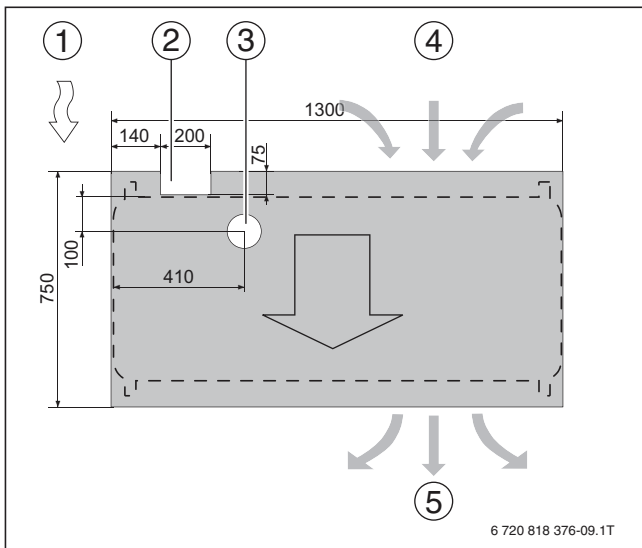
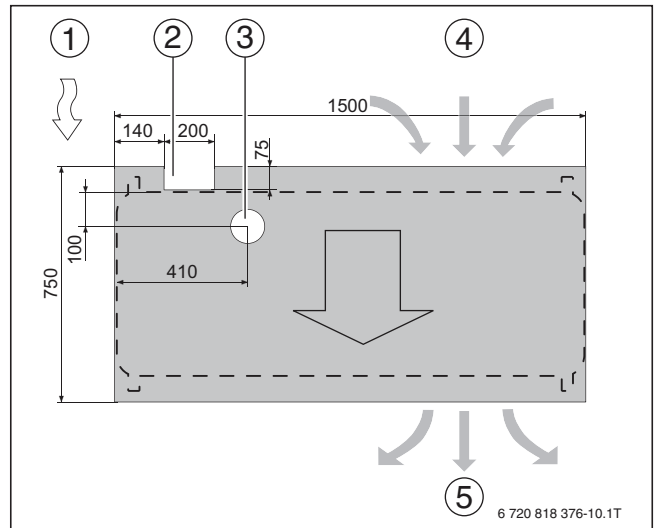

Bild 32 Fundament mit Aussparung WLW196i-9 AR HT
Bild 33 Fundament mit Aussparung WLW196i-15 AR HT
**Legende zu Bild 32 und Bild 33:**